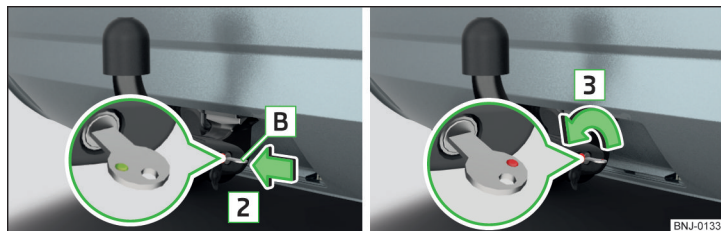

Fig. 159 Inseririmento della chiave nella serratura / sblocco della serratura
- Inserire la chiave **B** nella serratura in direzione della freccia **2**, in modo che il suo contrassegno verde sia rivolto verso l'alto » fig. 159.